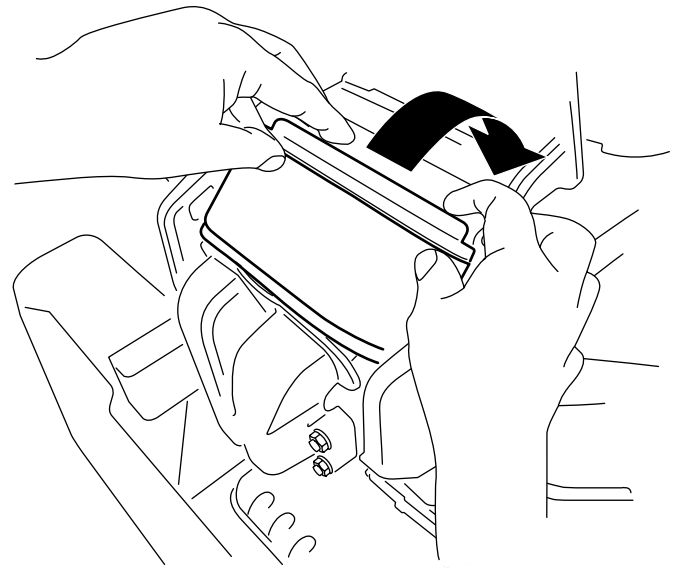

Figura 71
3. Introduzca el filtro en la cámara, girándolo para asentarlo correctamente contra el colector (Figura 71).